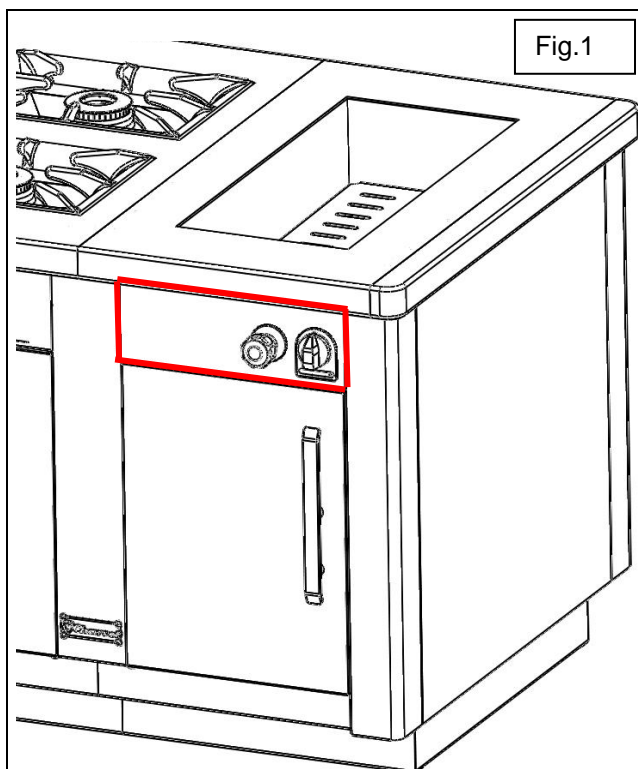

Fig.1
- Déposer le capot de commande. Fig.1